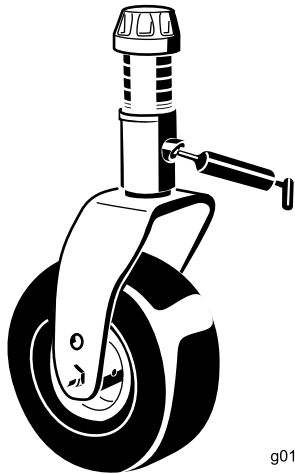

図 20
- ・ キャスタ・フォークのシャフトのブッシュ (2ヶ所) (図 20)